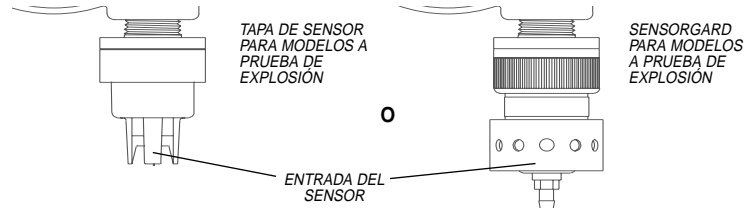

Figura 1. Modelo de sensor no enchufable
- Destornille, quite y guarde la tapa negra del sensor o SensorGard de la parte inferior del monitor de gas Ultima (FIGURA 1) o del sensor remoto.
3. Destornille, quite y guarde la tapa negra del sensor o SensorGard de la parte inferior del monitor de gas Ultima (FIGURA 1) o del sensor remoto.